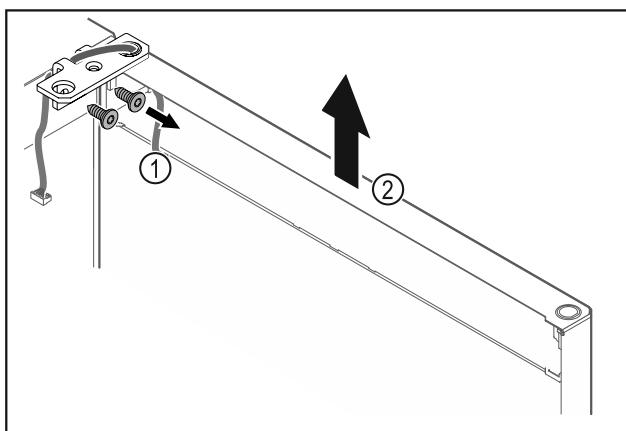

Fig. 28
- Відкрутити шарнірний кутик Fig. 28 (1).
- Дверцята з шарнірним кутиком Fig. 28 (2) приблизно на 200 мм прямо підняти вгору і зняти.